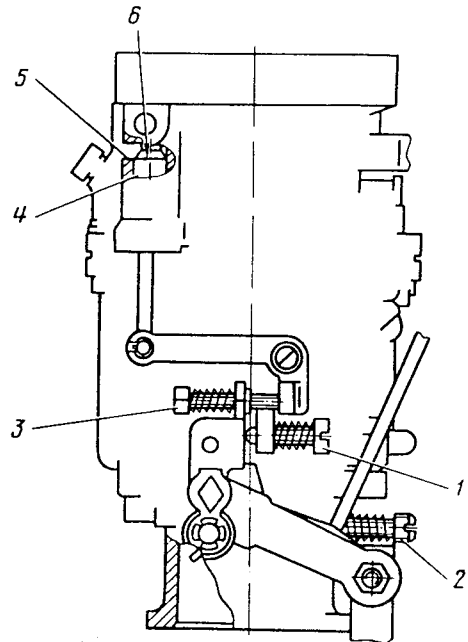

Bild 32. Einstellschrauben des Vergasers:
1. Mit Schraube 1 (Bild 32) eine Leerlaufdrehzahl der Kurbelwelle 550...600 U/min einstellen.